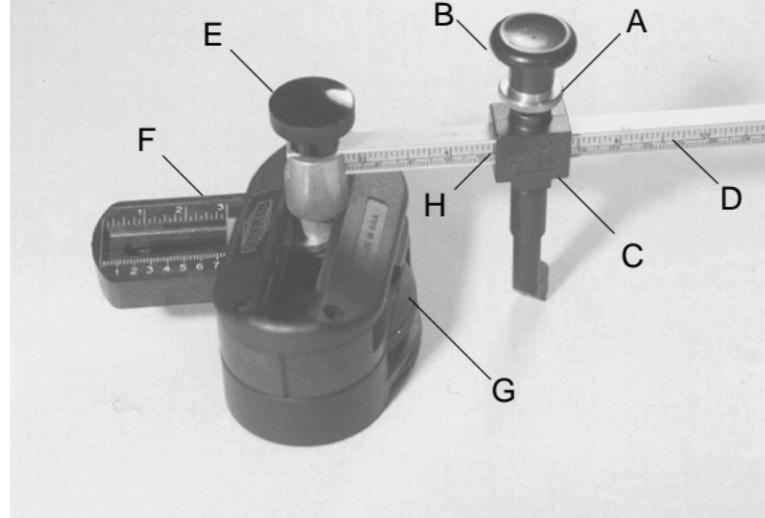

Abbildung 1
Stellen Sie das Offset ein, indem Sie den Knauf (E) auf der oberen Seite des Grundgestells lösen. Schieben Sie die Offsetplatte (F) nach links, bis die linke Seite der Metallplatte mit der gewünschten Offseteinstellung auf der Offsetskala übereinstimmt. Die Offsetskala kann in Zentimeter oder Zoll abgelesen werden. Ziehen Sie den Knauf wieder fest an. Hinweis: Wenn Sie einen Kreis anreißen, ist das Offset = 0. Abbildung 1 zeigt den Schneider mit Einstellungen für ein Oval mit den Abmessungen 125 mm x 200 mm.